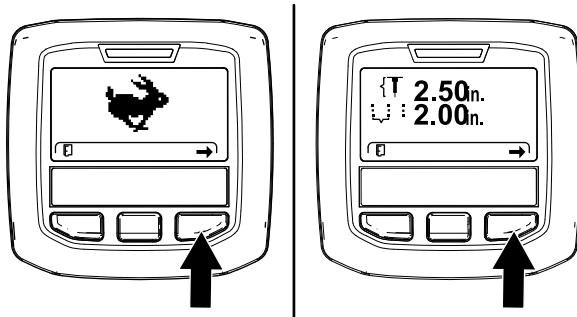
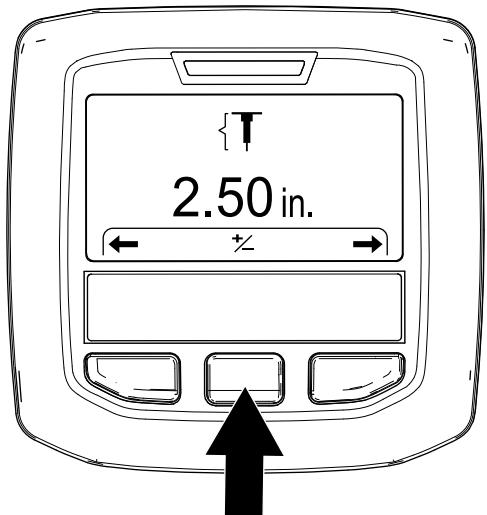

Рисунок 51
Рисунок 52
- Нажмите правую кнопку инфо-центра, пока не отобразится экран Setting the Hole Depth (Установка глубины прокола) (Рисунок 51 и Рисунок 52).